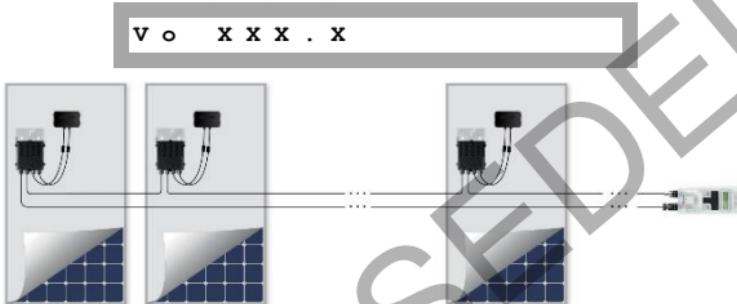

Abbildung 2: SolarEdge Key Anschluss
- 3 Verbinden Sie einen String an Leistungsoptimierern mit dem SolarEdge Key (siehe Abbildung 2).
- 3** Verbinden Sie einen String an Leistungsoptimierern mit dem SolarEdge Key (siehe Abbildung 2).